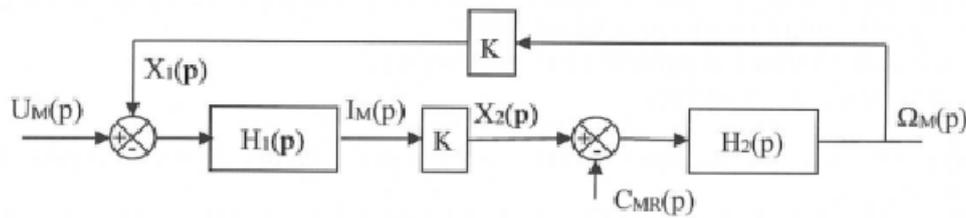

Figure 21 - Schéma bloc du moteur
**Question 26** Donner le nom et l'unité des deux grandeurs physiques  $X_1(t)$ ,  $X_2(t)$  dont les transformées de Laplace sont notées respectivement  $X_1(p)$ ,  $X_2(p)$  (figure 21).
**Question 27** À partir des équations de fonctionnement du M.C.C., retrouver l'expression des deux fonctions de transfert  $H_1(p)$  et  $H_2(p)$  (figure 21).